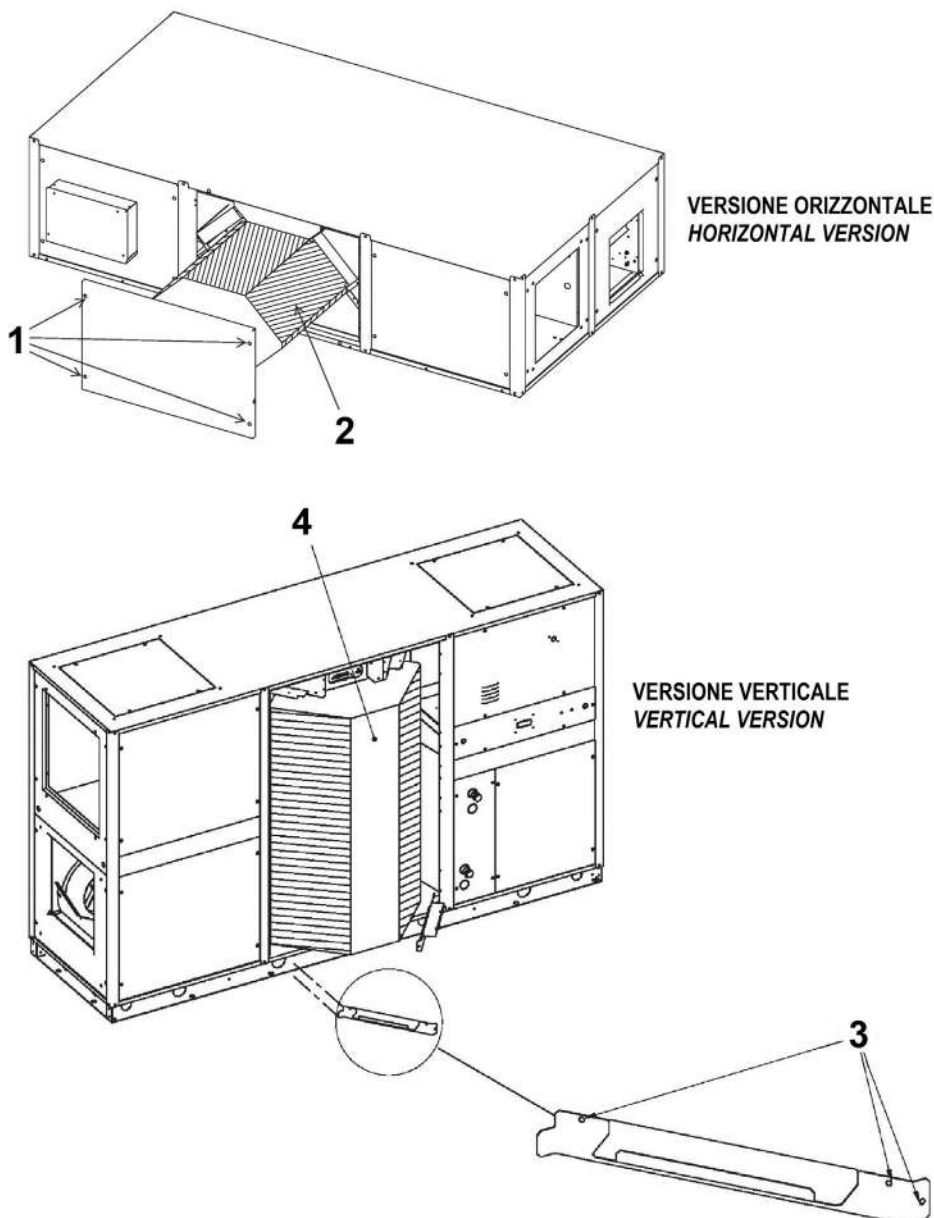

Fig.42
10.4.1 VERIFICA DEL RECUPERATORE (Fig. 42)
- Togliere il pannello laterale centrale (1) rimuovendo le viti.
- Solo per la serie verticale, togliere le viti dei fermi di sicurezza del recuperatore (3), posizionati alla base dello stesso.
- Estrarre delicatamente il recuperatore (2) e (4) aiutandosi con delle ventose di grande superficie dotate di maniglia, in modo da non danneggiarlo.
10.4.1 HEAT EXCHANGE VERIFICATION (Fig. 42)
- Remove the center side panel (1) by removing the screws.
- Only for the vertical series, remove the screws of the safety stops of the heat exchange (3), placed at the base of the same.
- Slowly extract the heat exchange (2) and (4) by helping with suction cups with a large surface and with handle, so as not to damage it.